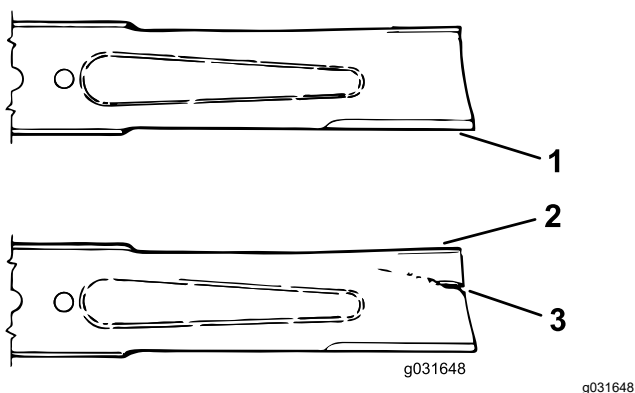

Figure 71
- Examinez attentivement les tranchants de la lame, particulièrement au point de rencontre de la partie plane et de l'ailette (**Figure 71**).